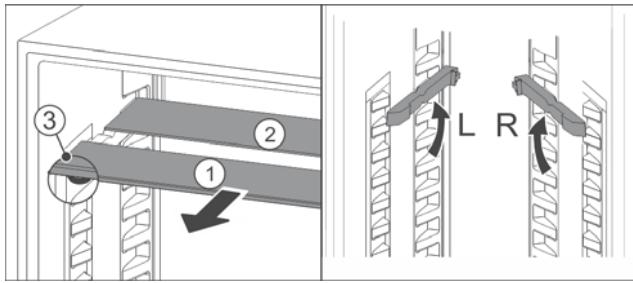

Fig. 57
- ▶ По одной извлеките Fig. 57 (1) стеклянные панели движением вперед.
- ▶ Стеклянная панель Fig. 57 (1) с декоративной планкой лежит спереди.
- ▶ Стопоры Fig. 57 (3) показывают вниз.